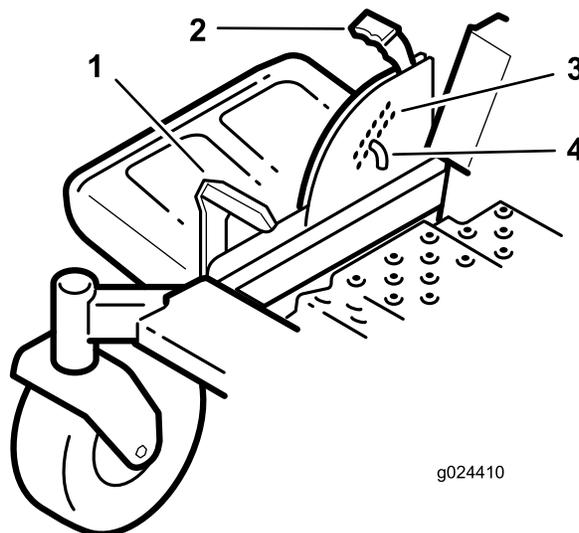

Figure 23
1. Appuyez sur la pédale de relevage du tablier avec le pied et relevez le tablier en position de verrouillage de transport (qui est aussi la position de hauteur de coupe de 114 mm [4½ po]), comme montré à la Figure 23.
2. Pour changer la hauteur de coupe, retirez la goupille du support de hauteur de coupe (Figure 23).
3. Insérez la goupille dans le trou du système de hauteur de coupe correspondant à la hauteur de coupe voulue (Figure 23).